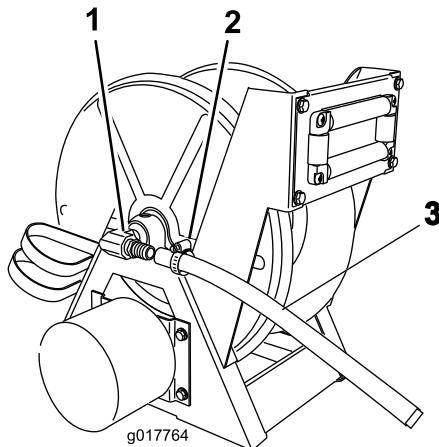

Figura 18
20. Coloque una abrazadera sobre el extremo de la manguera e instale la manguera sobre la espiga en ángulo recto del conjunto del carrete (Figura 18).